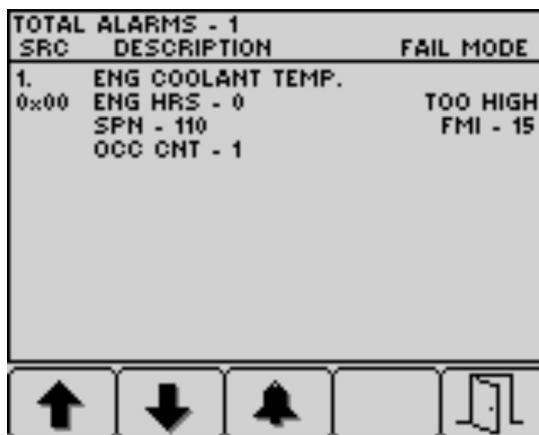

Рисунок 36
- Чтобы выйти из списка действующих неисправностей и вернуться на начальный экран, нажмите кнопку 5. (Рисунок 36).
5. Чтобы выйти из списка действующих неисправностей и вернуться на начальный экран, нажмите кнопку 5; см. Рисунок 36 в разделе Информационные сообщения по двигателю (страница 40).